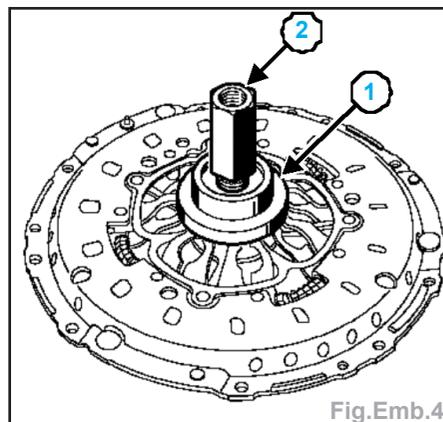

Fig.Emb.4
- Poser le mécanisme sur le socle, puis la butée à billes (1) et l'écrou (2) (Fig.Emb. 4).